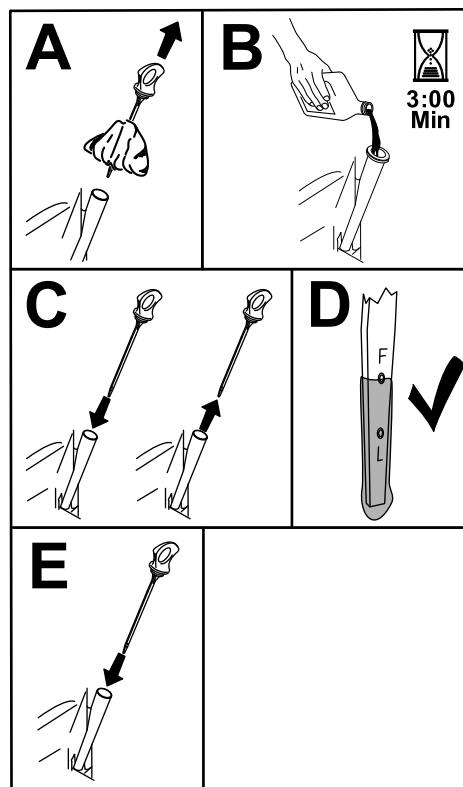

Bild 49
5. Gießen Sie langsam ungefähr 80 % der angegebenen Ölsorte in den Einfüllstutzen und füllen Sie dann vorsichtig mehr Öl ein, um den Ölstand an die Voll-Markierung zu bringen (Bild 49).